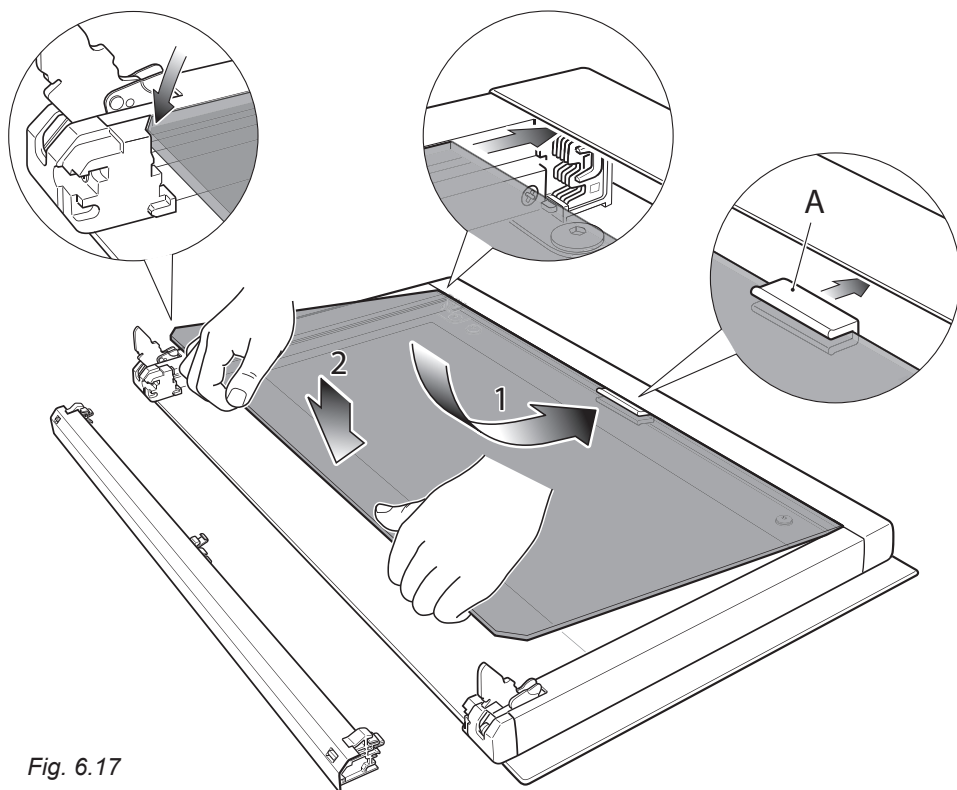

Fig. 6.17
- Vous vérifiez que le joint "A" est bien en place (fig. 6.17). Sinon, placer correctement le joint dans le bord supérieur de la vitre intérieure (en position centrale).
1. Insérer la vitre intérieure dans le niveau supérieur de rainures et appuyer légèrement (flèche 1 in figure 6.17).
2. Abaisser doucement la verre en place (flèche 2 in figure 6.17).